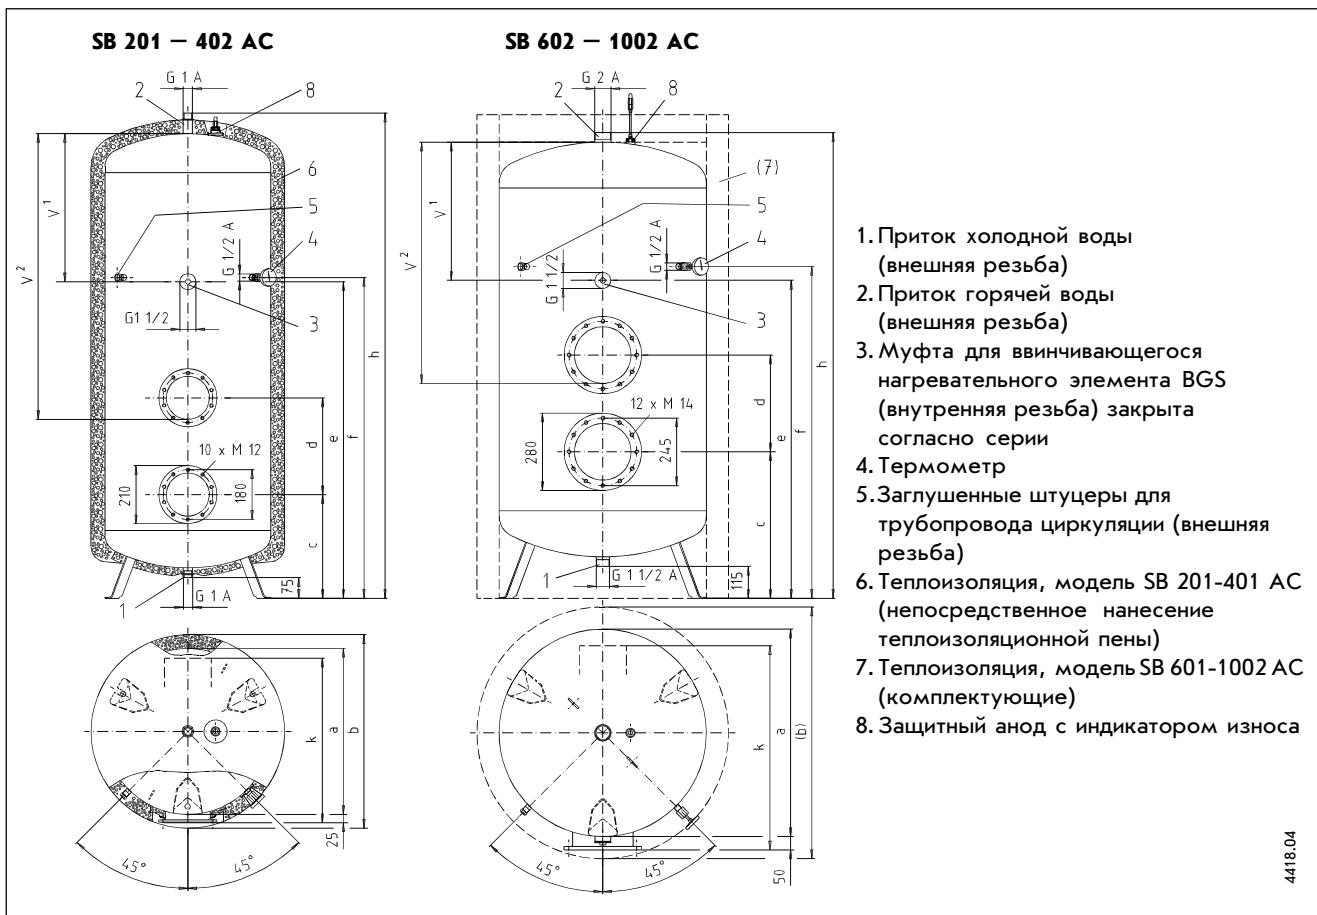

Рис. 3
- Во фланцевое отверстие диаметром 210 мм (модели SB 201-402 AC) и фланцевое отверстие диаметром 280 мм (модели SB 601-1002 AC) смонтировать теплообменник, либо фланец с нагревательными тэнами, либо заглушку, учитывая при этом максимально допустимую глубину погружения тэнов или теплообменника (расстояние k на рис.3). При использовании указанных на стр. 8 комплектующих необходимое расстояние между тэнами (теплообменником) и стенкой бака обеспечивается автоматически.